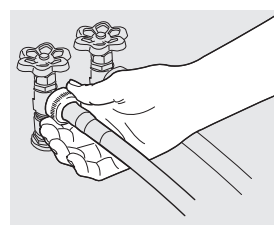

fig. 5
5. Conecte la manguera de entrada CALIENTE al suministro de agua CALIENTE y la manguera de entrada FRÍA al suministro de agua FRÍA. (fig. 5).